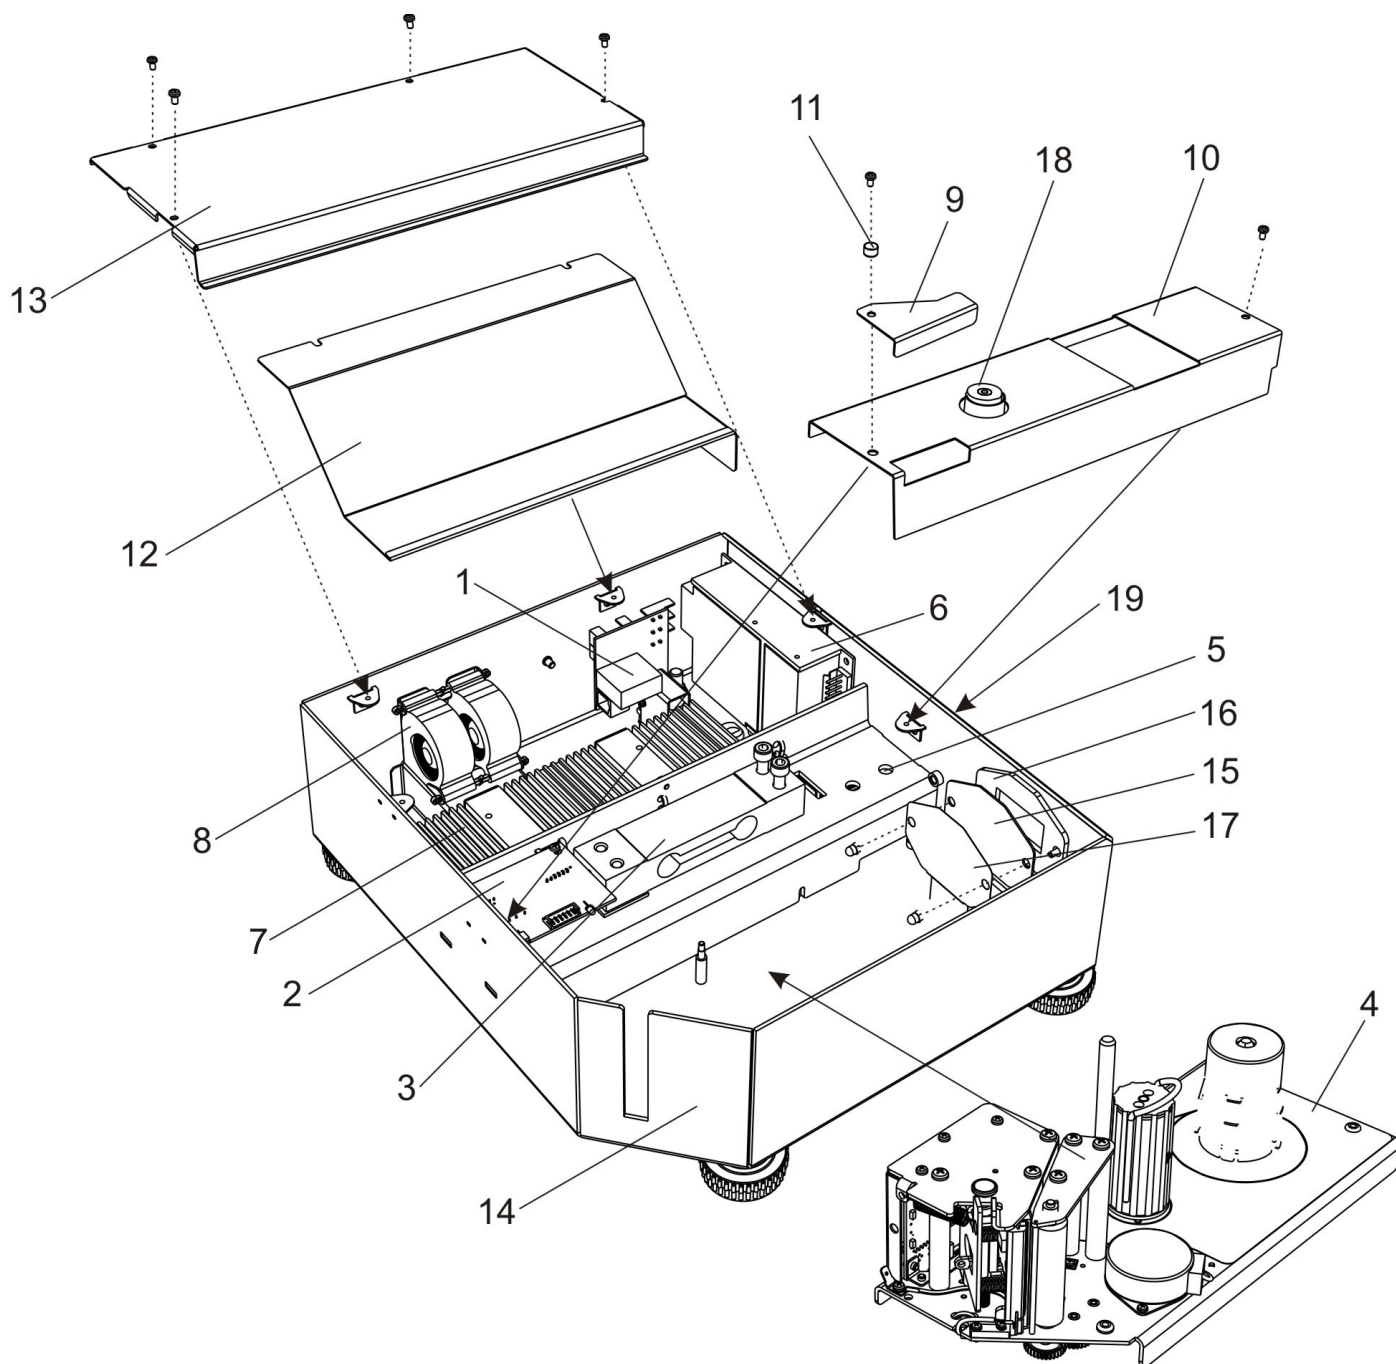

Рисунок 2
1. В корпус весов установить кнопку включения (рядом с платой включения, см. рисунок 2), завинтив винт «ось» кнопки. Необходимо проконтролировать плавность её хода, при заедании устранить причину (заусенцы).